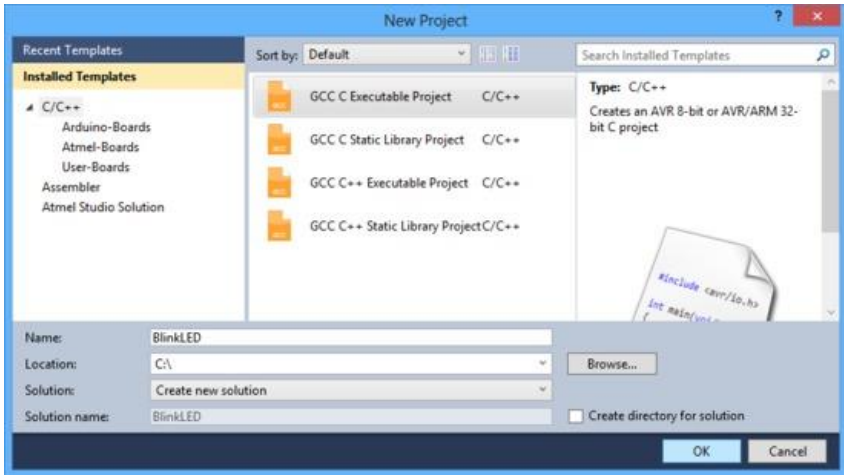

Рисунок 2.1 – Діалогове вікно New Project в Atmel Studio 6
1. Відкрийте Atmel Studio 6.2 та виберіть **New Project**. У діалоговому вікні New Project, виберіть **GCC C Executable Project** як шаблон (рис.2.1). Введіть ім'я проєкту і вкажіть місце де він буде зберігатися. Назвемо наш проєкт "BlinkLED". Зніміть прапорець **Create directory for solution** для спрощення структури каталогів проєкту. Клікніть **OK**.